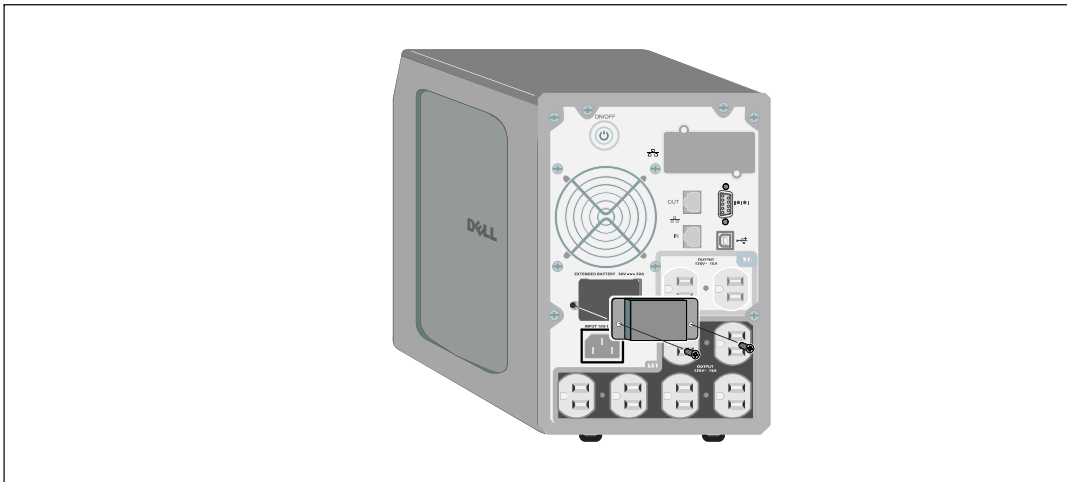

Figure 13. Retrait du Couvercle du Connecteur des Batteries
- 1 Retirez le couvercle du connecteur des batteries du panneau arrière comme montré sur la Figure 13. Retenez le couvercle et les vis.